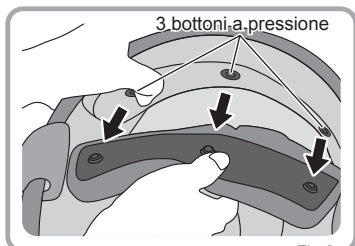

Fig.2
2. Staccare i 3 bottoni a pressione nella parte posteriore, quindi rimuovere l'imbottitura interna. (Fig.2)